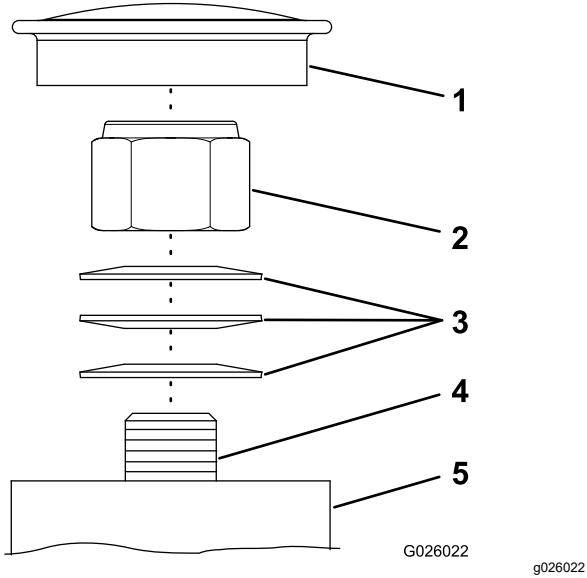

Figure 42
Remarque: Si vous démontez les roulements d'axe des roues pivotantes, veillez à monter les rondelles élastiques comme montré à la Figure 42.
1. Déposez le couvre-moyeu du moyeu de la roue pivotante (Figure 42).
2. Serrez le contre-écrou dans le sens horaire jusqu'à ce que les rondelles élastiques soient aplatis (Figure 42).
3. Tournez alors le contre-écrou de 1/4 de tour dans le sens antihoraire (Figure 42).
4. Reposez le couvre-moyeu (Figure 42).